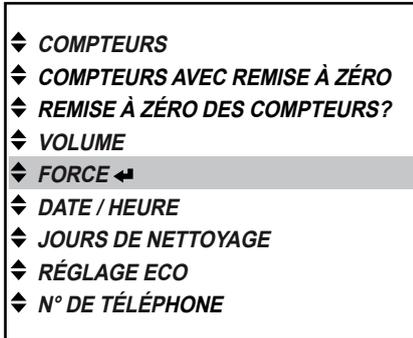

Fig. 58
1. Appuyez sur la touche d'entrée ◀ pour afficher le menu « FORCE » (fig. 58).